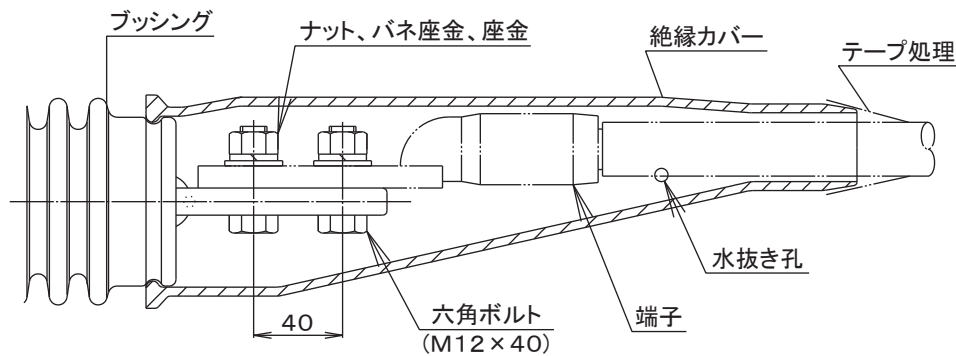

図6
- ①圧縮端子が接続できるスタッド方式で、孔数および寸法は図6のとおりです。六角ボルト・ナット・バネ座金・座金および端子カバーを付属しています。
- ②なお、圧縮端子6個はお客様でご用意ください。
- ③端子カバーは水抜き孔が下方となるように装着してください。